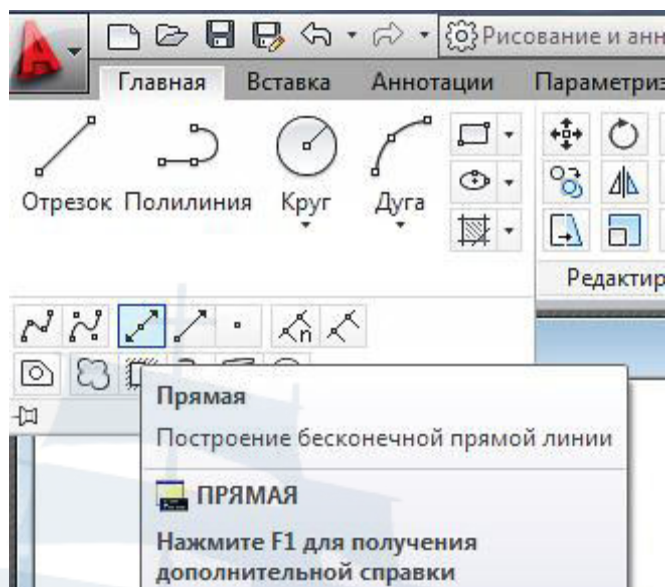
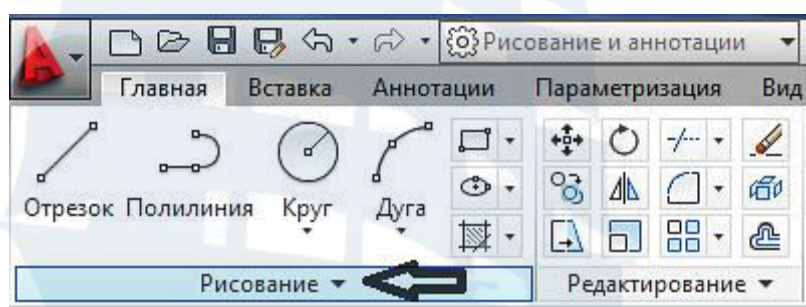

Рис. 56
Рис. 57
- щелчком мыши по кнопке  **Прямая** на панели инструментов **Рисование** на вкладке **Главная** (рис. 56). Предварительно необходимо щелкнуть по значку , чтобы получить доступ к дополнительным инструментам панели (рис. 57);
Для выполнения вспомогательных линий может использоваться команда  **Луч**, которая расположена рядом с командой **Прямая** (рис. 56). В отличие от прямой луч ограничен с одной стороны. Для команды **Луч** опции не предусмотрены.